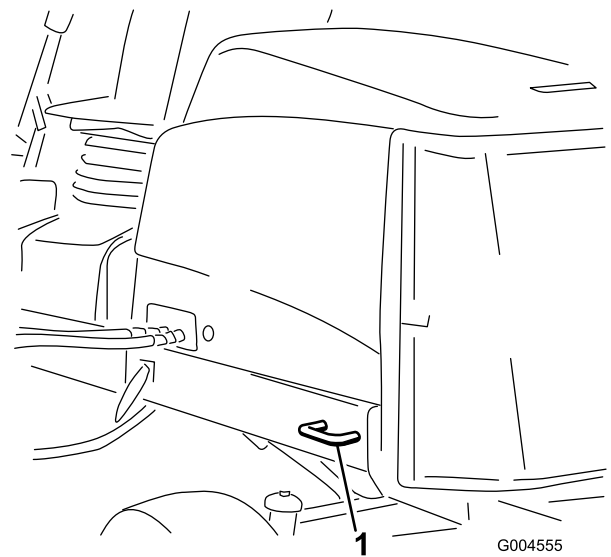

Figura 98
- **Parte trasera de la máquina** – a cada lado de la máquina, en el bastidor trasero (Figura 98).